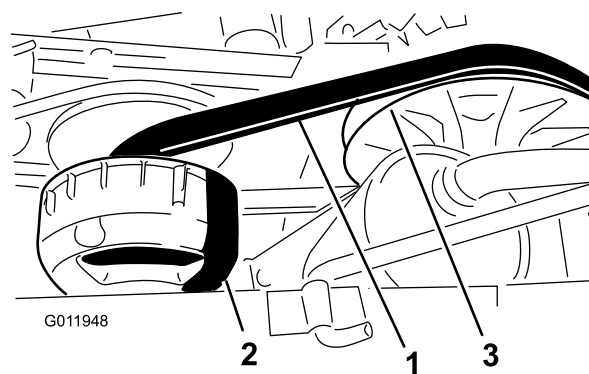

Figure 46
3. Faites tourner la courroie et vérifiez qu'elle n'est pas excessivement usée ou endommagée (Figure 46). Remplacez-la au besoin.
1. Faites tourner la courroie et faites-la passer sur l'embrayage secondaire (Figure 46).
2. Enlevez la courroie de l'embrayage principal (Figure 46).